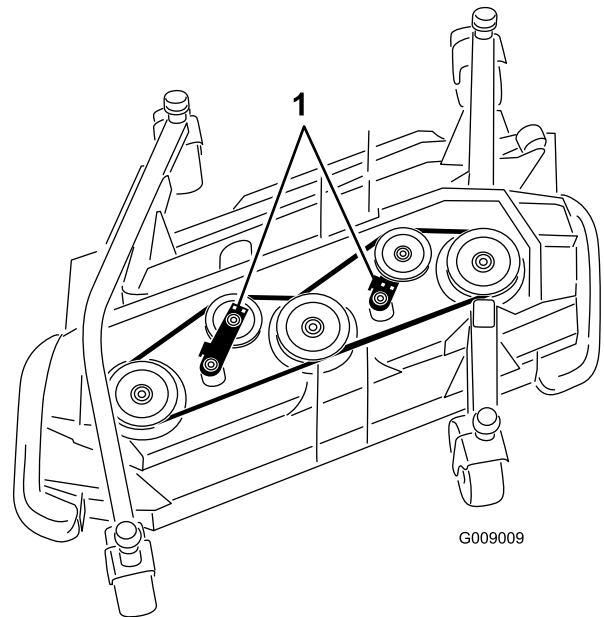

Bild 79
- Schieben Sie die Spannscheibe mit einem Schraubenschlüssel oder einem ähnlichen Werkzeug (Bild 79) vom Treibriemen und lassen Sie den Riemen von der Getriebespannscheibe rutschen.